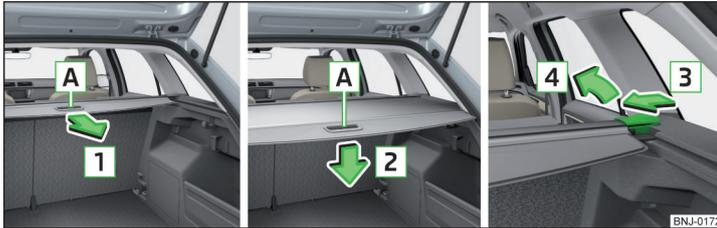

Fig. 97 Cubierta enrollable: extraer/enrollar/sacar
- Para **extraer**, agarrar la cubierta por el tirador **A** y extráigala en el sentido de la flecha **1** hasta el tope hasta que encastre de forma audible » fig. 97.
- Para **instalar**, retirar la cubierta del maletero enrollable » fig. 97 de la pág. 81 o abatir hacia adelante los respaldos de los asientos traseros » pág. 64.